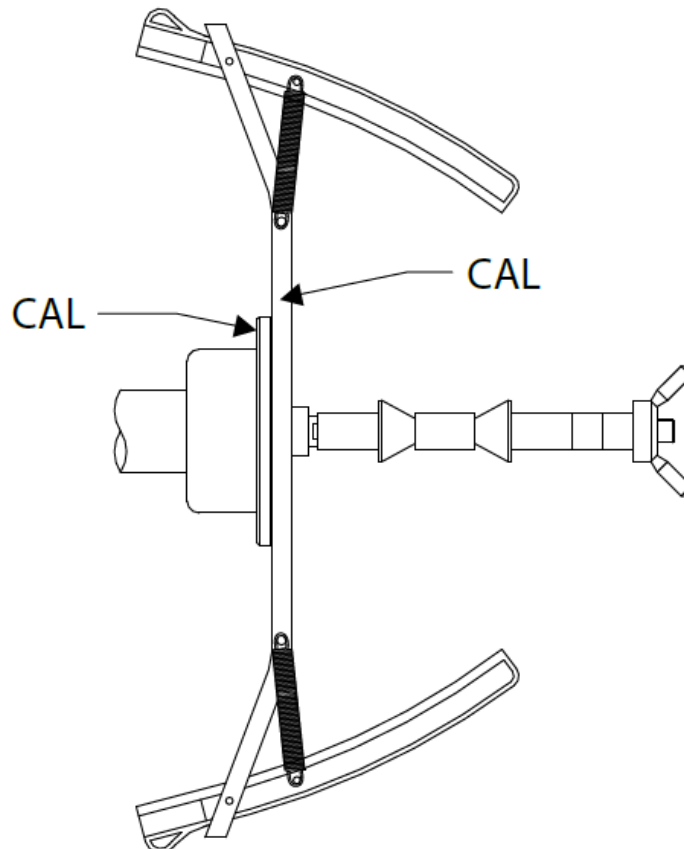

Bild F4.1 – Ausrichten des Schrittzugs CAL auf Maschine und Adapter
2. Montieren Sie den Adapter wie in Bild F4.1